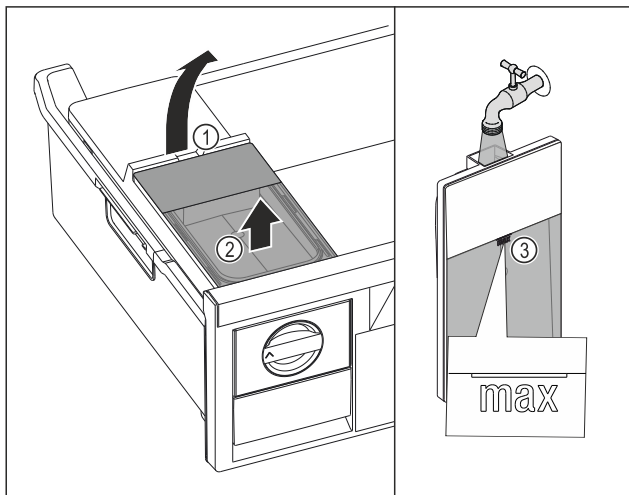

Fig. 164
- Soulever le réservoir d'eau par l'encoche Fig. 164 (1).
- Retirer le réservoir d'eau par le haut. Fig. 164 (2)
- Remplir le réservoir d'eau potable jusqu'au repère Fig. 164 (3).